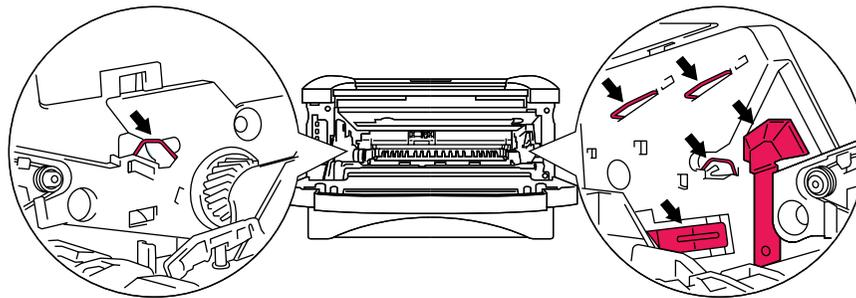

Abbildung 5-15
- Berühren Sie keinesfalls die in Abbildung 5-15 gezeigten Elektroden, sonst kann der Drucker durch statische Elektrizität beschädigt werden!